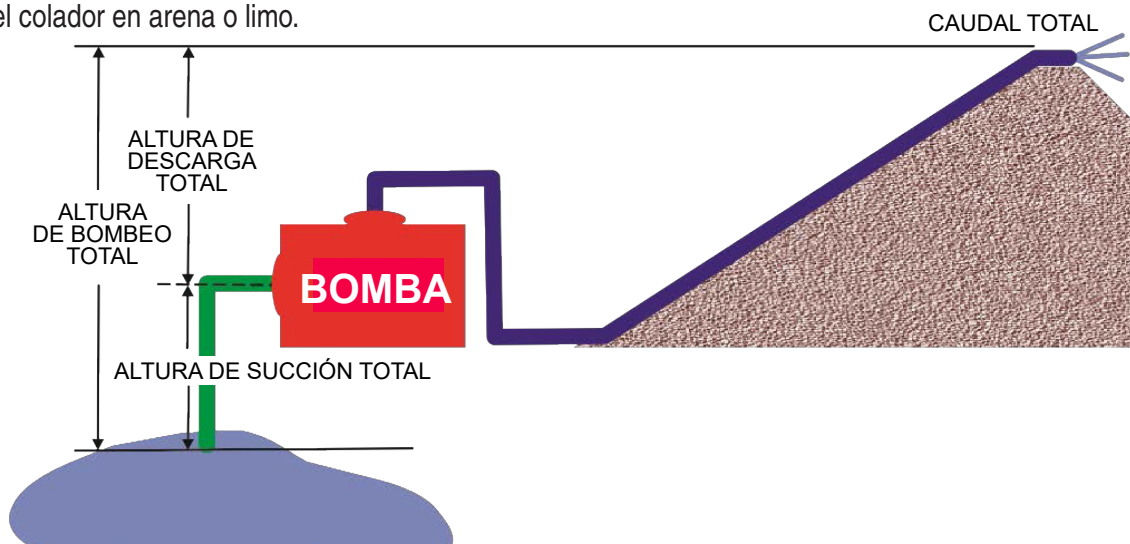

Figura 7. Colocación de la bomba
1. Es ventajoso colocar la bomba tan cerca de la fuente de agua como sea posible (Figura 7) sobre una superficie de operación maciza horizontal. El factor más crítico para operaciones con éxito de la bomba es no exceder los 25 pies de altura de succión total (a nivel del mar).